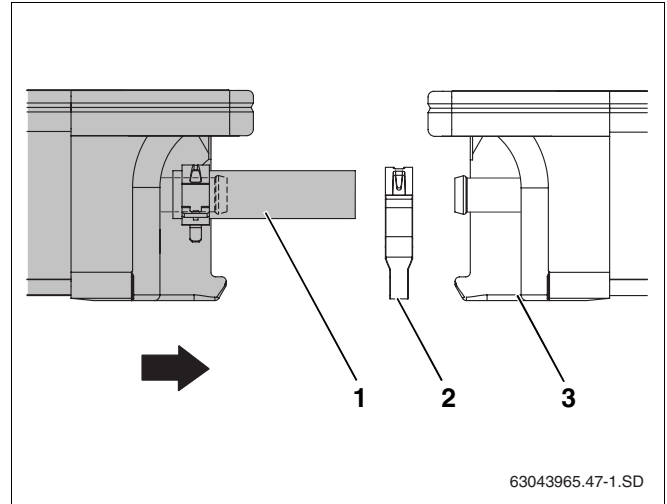

Fig. 27 Unir el segundo colector al primero
- ▶ Deje deslizar el segundo colector con los tubos solares montados previamente (fig. 27, **pos. 1**) hasta el seguro contra deslizamiento.
- ▶ Deslice la segunda abrazadera (fig. 27, **pos. 2**) sobre el tubo solar.
- ▶ Deslice el segundo colector hacia el primer colector de tal forma que los tubos solares montados previamente se deslicen hasta las conexiones situadas a la izquierda del primer colector (fig. 27, **pos. 3**).